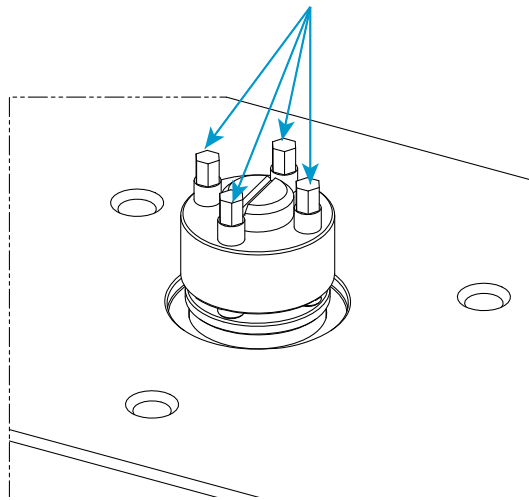

Figure 24. Assemblage du tendeur mécanique
11. Utilisez la clé dynamométrique (80-9-11) avec le connecteur à six pans creux de 5 mm (67-4-29) correspondant fourni dans le kit du tendeur mécanique pour serrer les quatre vis de pression Figure 24 sur le tendeur mécanique jusqu'à 14 N-m (10,3 ft-lb) selon la procédure suivante :